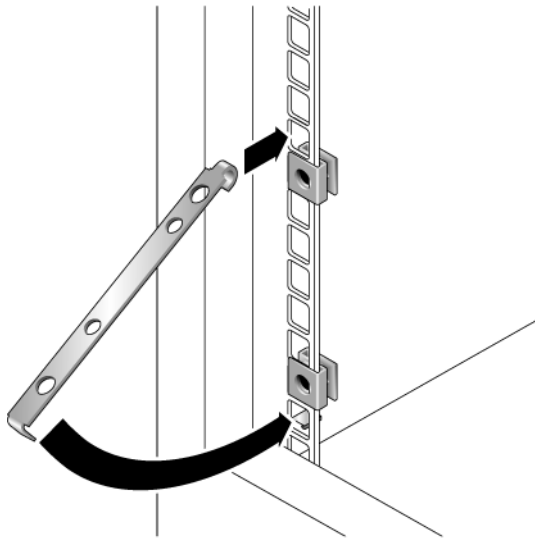

図 2-25 キャビネットレールアダプタプレートのキャビネットレールへの取り付け
2. キャビネットレールの前面にキャビネットレールアダプタプレートを引っ掛けて取り付けます (図 2-25)。